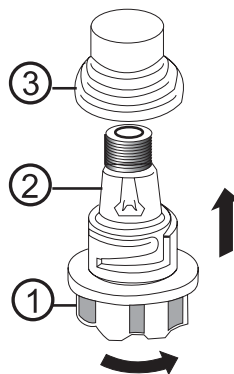

рис.24
- ввернуть лампочку накаливания, не забывая о точной установке колпачка в керамическом патроне (см. рис. 24).